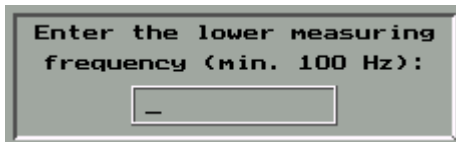
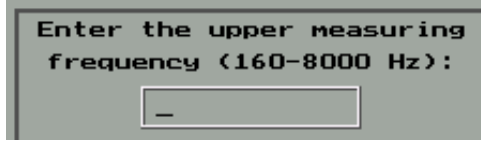

图 8-4
图 8-5
3) 点击F4 Test freq.输入测试的最小频率如图8-4和最大频率如图8-5